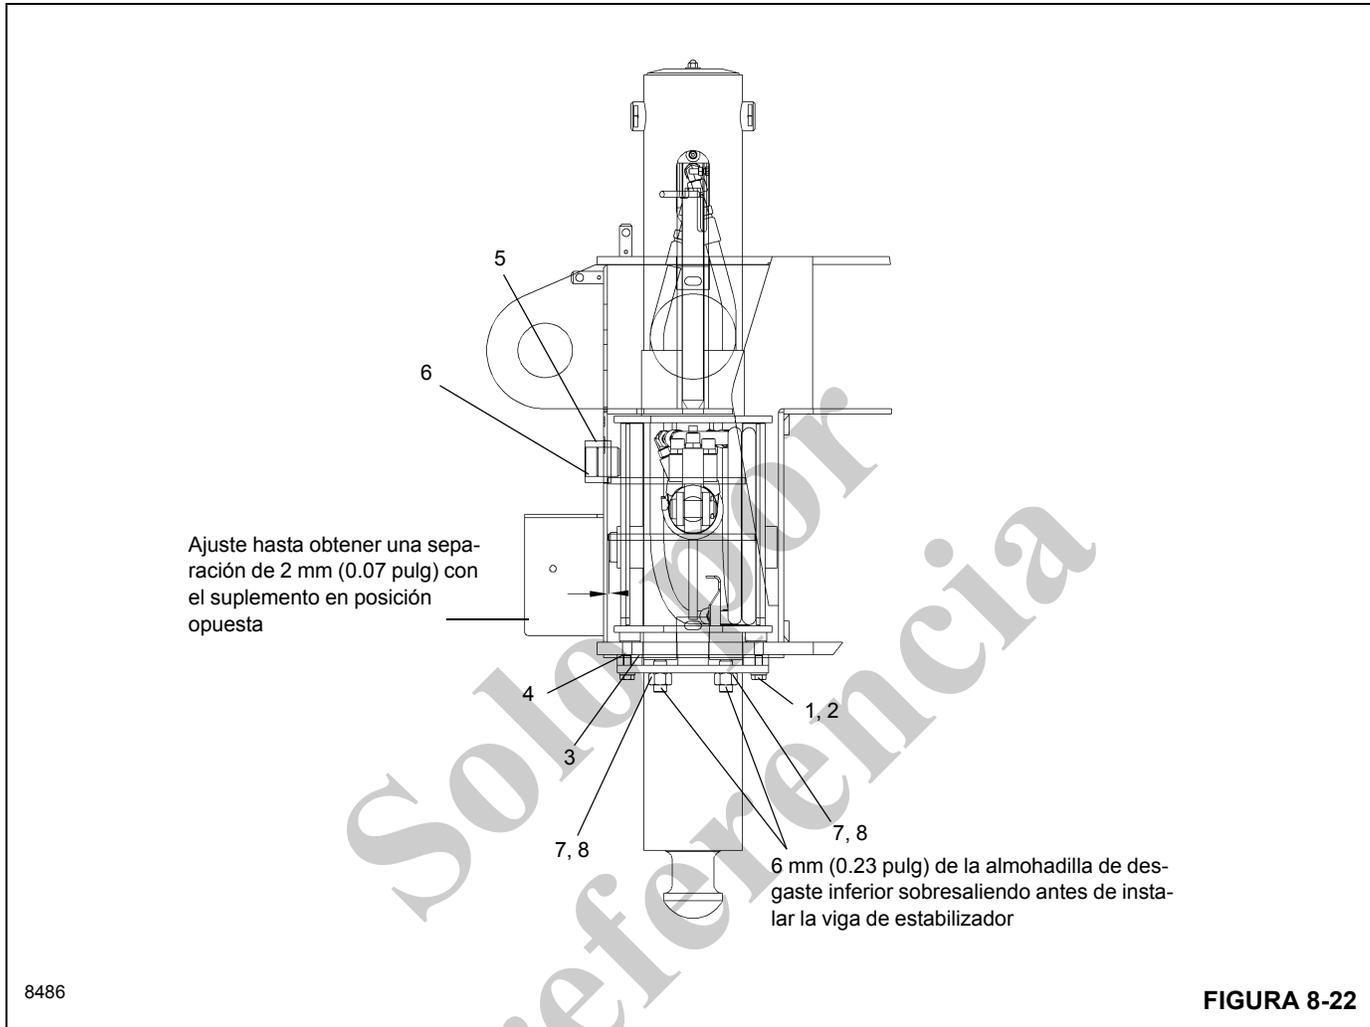

FIGURA 8-22
3. Instale las almohadillas de desgaste inferiores dejando que salgan aproximadamente 6 mm (0.23 pulg). Esto evitará que las placas laterales de la viga toquen la parte inferior de la caja (Figura 8-22).
(Figura 8-22).